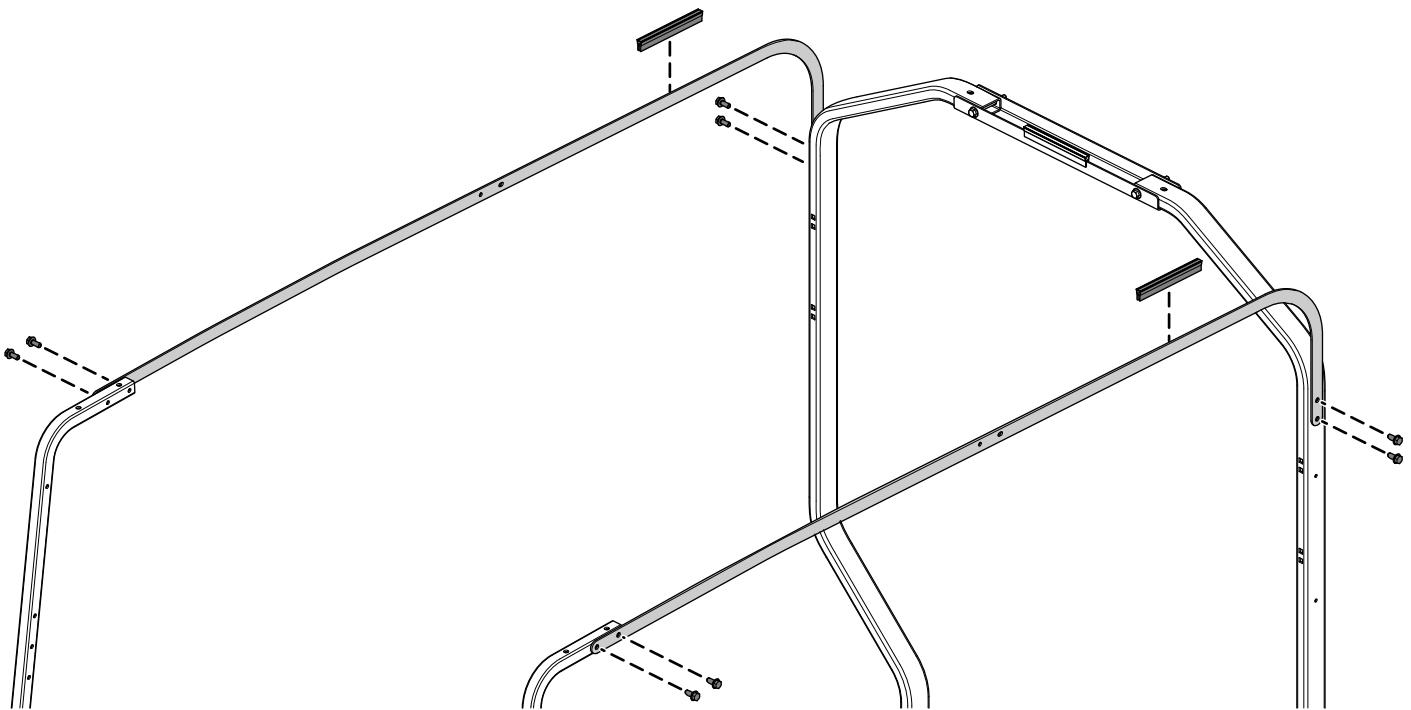

Рисунок 14
1. Прикрепите 2 длинных опорных кронштейна навеса к передним и задним монтажным трубам с помощью 8 болтов с шестигранными головками с буртиками (5/16 x 3/4 дюйма), как показано на Рисунок 14.
2. Установите 2 ленточных уплотнения на 2 длинных опорных кронштейна навеса (Рисунок 14).